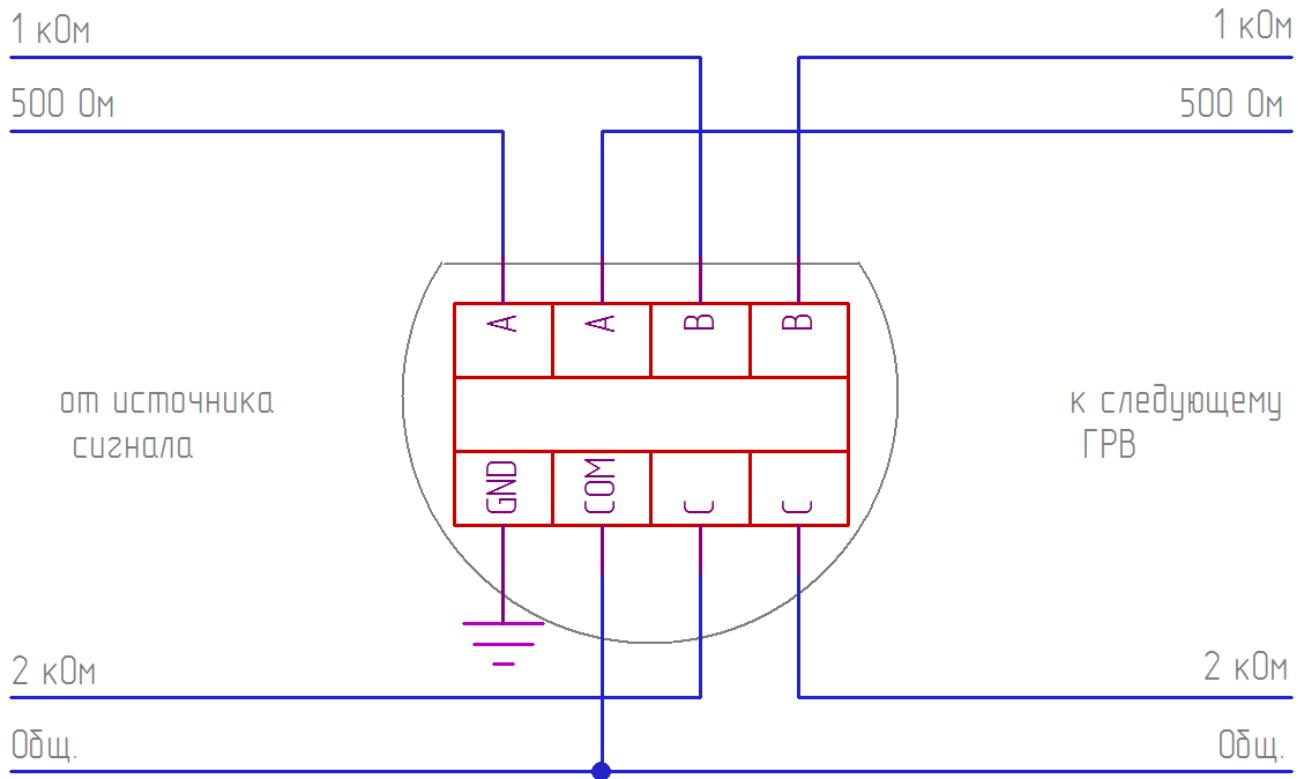

Рисунок 2 – Схема подключения ГВР-Exd-10,
2. Проверить правильность подключения оповещателя в соответствии с рис. 2 - 4.
4. Если вышеперечисленные пункты не устранили состояние неисправности, то следует обратиться к предприятию-изготовителю по телефону (343) 379-07-95 или электронной почте support@spectron-ops.ru.